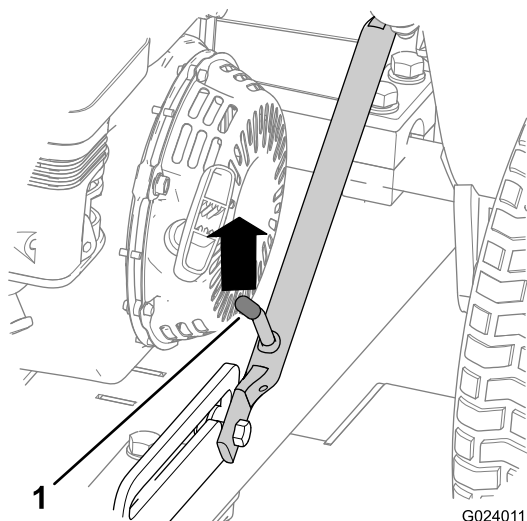

Bild 17
1. Drücken Sie die Anbauvorrichtung nach oben, bis der Sperrhebel aus der Gleitarretierung entriegelt ist (Bild 17).
5. Heben Sie die Anhängervorrichtung (Bild 22) an, bis der Sperrhebel in der seitlichen Arretierung einrastet (Bild 17).